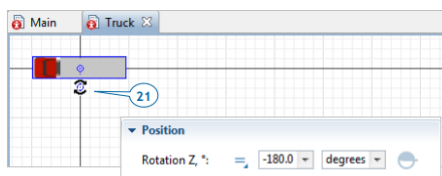

Рисунок 13.13 – Область властивостей позиції
– у графічному редакторі виберіть форму вантажівки, а потім використайте круглу ручку або властивість *Rotation Z, °* в області властивостей *Position* форми, щоб повернути вантажівку на 180° (рис. 13.13).